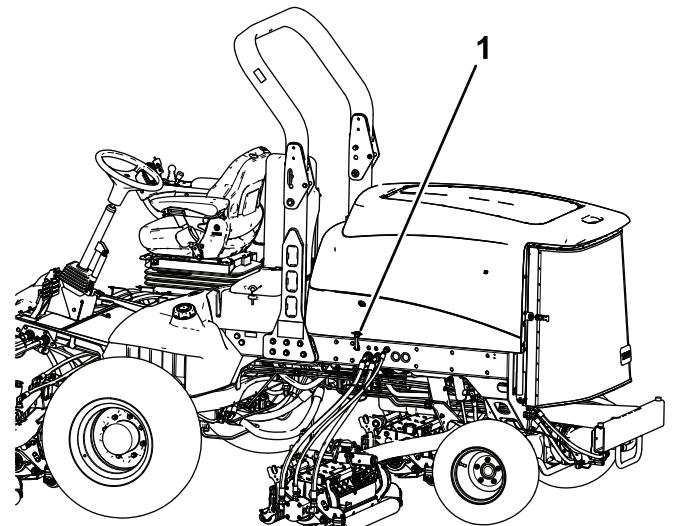

Bild 33
1. Haken Sie den Motorhaubenriegel aus der Motorhaubenriegelhalterung aus (Bild 33).